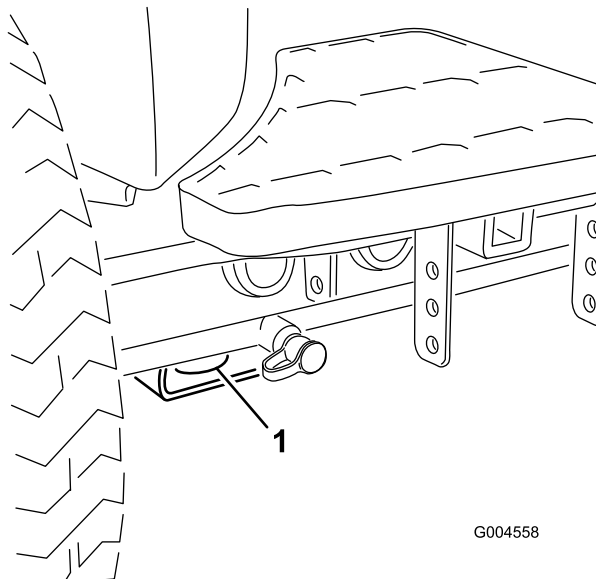

Figure 34
- Avant – trou du patin rectangulaire, sous le tube d'essieu, à l'intérieur de chaque roue avant (Figure 34).